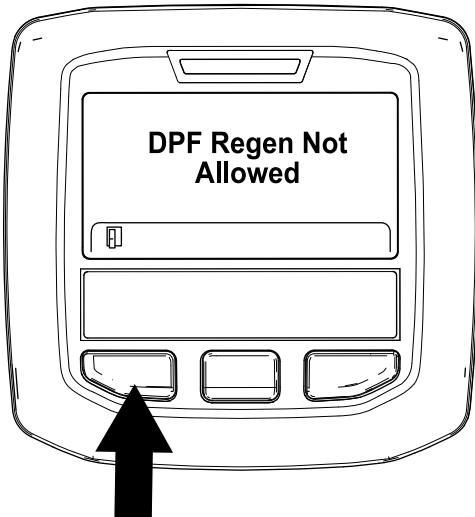

Figura 49
- Si el ordenador del motor no permite el proceso de regeneración, aparece el mensaje "DPF Regen Not Allowed" (Regeneración de DPF no permitida) en el InfoCenter (Figura 49). Pulse el botón de la izquierda para salir a la pantalla de inicio.